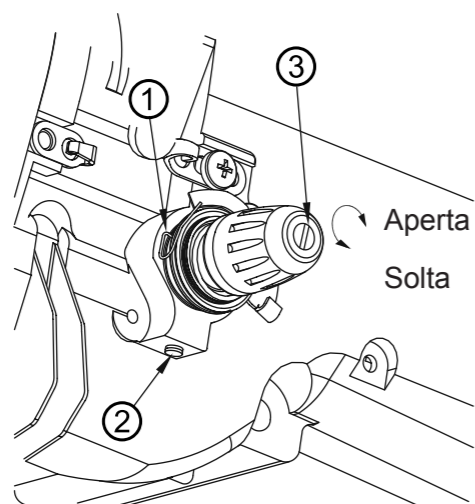

Fig. 33
#### (1) Mola do estica fio (caseado alto relevo) (Fig. 33)
- A tensão da linha é de 8~10 mm da mola do estica fio ①. A rigidez de início apropriada é melhor se configurada em 0,06-0,1N.
- Para mudar a tensão, insira uma chave de fenda fina no ③ onde a figura mostra para afrouxar o parafuso ② para ajustar.
- Para mudar a força da tensão, insira uma chave de fenda no ③ onde a figura mostra para ajustar quando o parafuso ② estiver apertado.